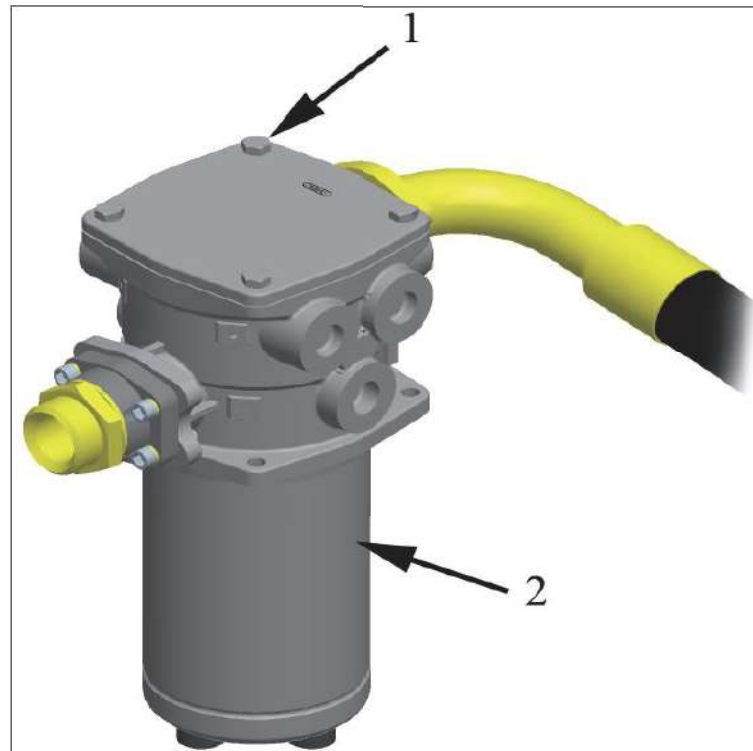

Figure 6.15 - Hydraulische filterbehuizing
4. Verwijder de filterdop door 4 bouten te verwijderen (item 1, afb. 6.15), waarbij u ervoor zorgt dat er geen vuil in de tank terecht komt.
5. Verwijder het hydraulische filterelement aan de binnenkant van de filterbehuizing (item 2).